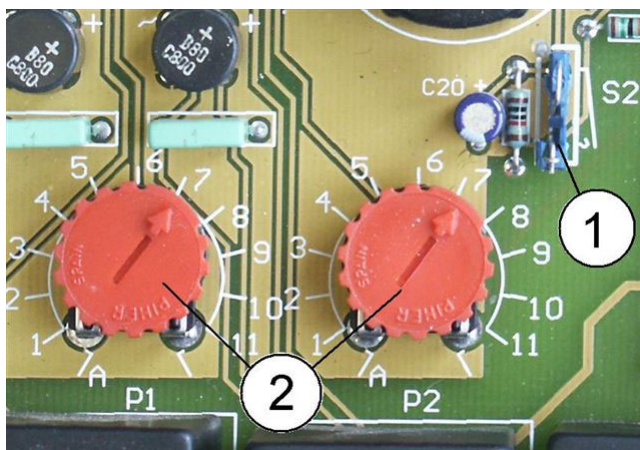

Рис. 6
- трёхфазный двигатель: питающий кабель насоса присоединяется к клеммам прибора управления U, V, W, PE; DIL-выключатель S2 на плате (поз.1 на рис.6) открыть.
- двигатель однофазного тока: питающий кабель насоса присоединяется к клеммам прибора управления W, N, PE. Клеммы U и V соединяются перемычкой. DIL-выключатель S2 на плате (поз.1 на рис.6) закрыть.
Защита двигателя обеспечивается электронным выключателем (см. рис.6, поз.2). Он устанавливается в соответствии с номинальным током двигателя (см. шильдик насоса) в пределах 1-10 А.